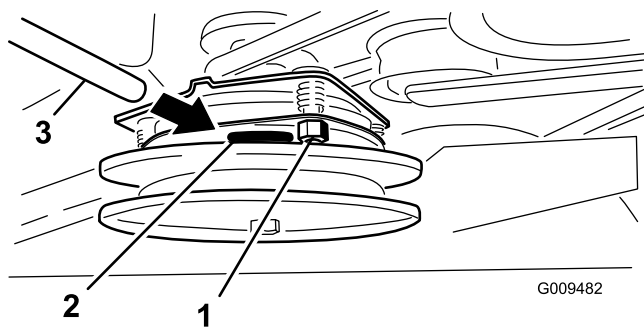

Bild 61
3. Ziehen Sie die Sicherungsmuttern fest, bis die Fühlerlehre etwas fest sitzt, jedoch leicht bewegt werden kann (Bild 61).